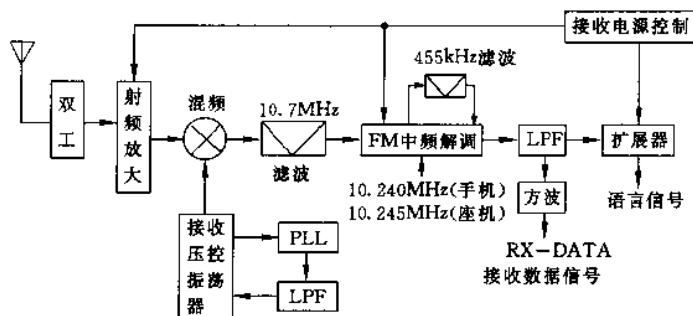

图 2-44
(3)多频道自动选址的无绳电话机接收回路构成框图如图 2-44 所示。图中,LPF 为低通滤波器,PLL 为锁相环。